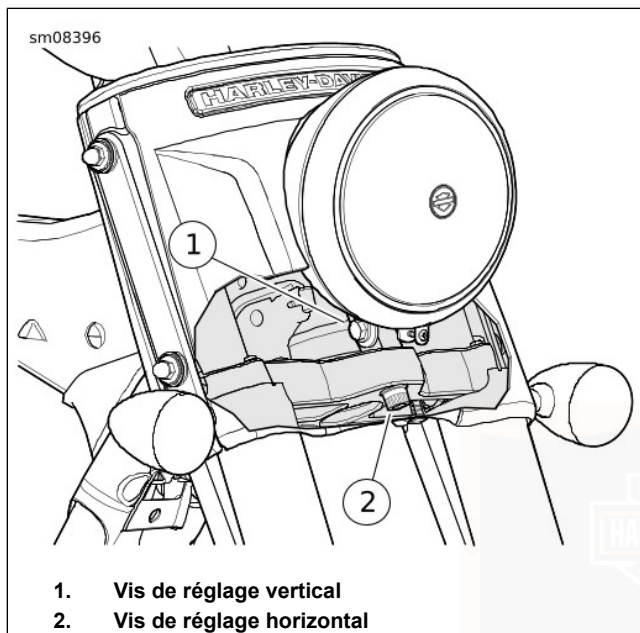

Figure 79. Réglage du phare : FLRT
2. Voir Figure 79. Desserrer la vis de réglage horizontal (2). Basculer le phare vers la gauche ou vers la droite pour diriger le faisceau lumineux droit devant.
3. Serrer la vis (2) à un couple de 40,7–47,5 N·m (30–35 ft-lbs).
4. Desserrer la vis d'ajustement vertical (1). Incliner le phare vers le haut ou le bas jusqu'à ce que le point chaud du faisceau lumineux soit situé sur l'intersection des lignes.
5. Serrer la vis d'ajustement vertical (1) à un couple de 47,5–61 N·m (35–45 ft-lbs).